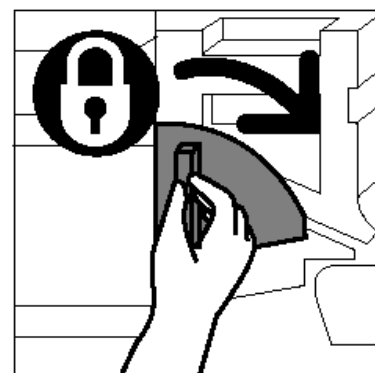

Figura 33: Travar o Cartucho de cópia/impressão
- 9** Gire o desengate do grampo dourado do Cartucho de cópia/impressão no sentido horário para a posição travada, conforme ilustrado na Figura 33.